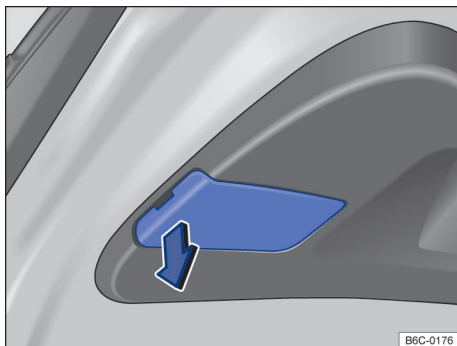

Fig. 169 Na tampa traseira: desmontar a cobertura da lanterna traseira.
- ① Observar a lista de controle e executar as ações → Página 206.
- ② Abrir a tampa traseira → Página 75.
- ③ Remover cuidadosamente a cobertura → Fig. 169 na tampa pelo rebaixo existente.